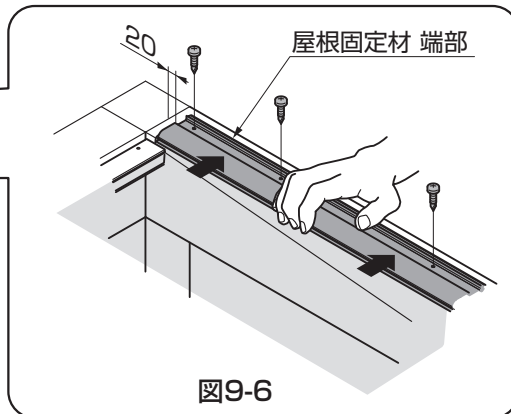

図9-6
- ① 屋根固定材端部、屋根固定材中間を取付け位置を確認して【3-1】でフレーム、中間フレームに取付けてください。(図9-5、図9-6参照)
● 図9-5、図9-6の屋根固定材の位置を確認してください。屋根固定材カバーの取付けができなくなる場合があります。